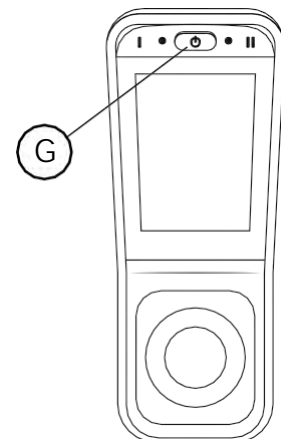

Fig. 5.12. Arresto di emergenza sul LiNX REM400.
Durante la guida o la regolazione delle funzioni del sedile, il movimento in corso può essere interrotto immediatamente rilasciando il joystick o premendo l'interruttore principale (G), vedi Fig. 5.12. L'unità di controllo si spegne e la funzione elettrica si arresta.